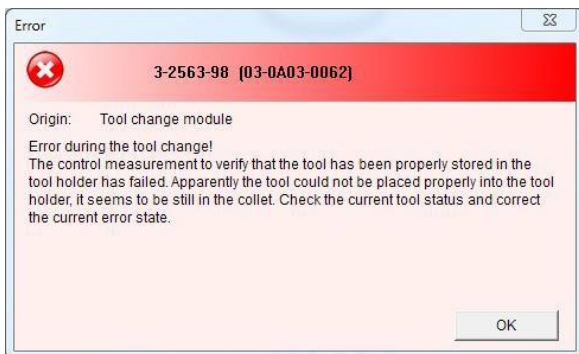

Рисунок 7: Ошибка при измерении длины инструмента
3. Ослабьте зажимные винты на фиксирующем кольце (см. Рис. 7).